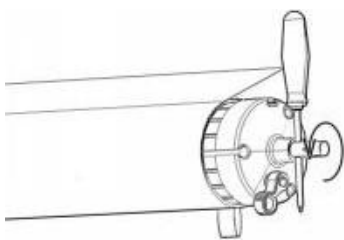

Figure E1
7. Mangelnde Festigkeit des Markisenrollrohrs: Prüfen Sie, ob die Torsionsfeder des Rollrohrs an Spannung verloren hat. Um die Feder zu spannen, führen Sie einen 6-mm-Schraubendreher in die Stahlwelle am Ende des Rollrohrs ein, drehen Sie ihn in Richtung der Endkappe und setzen Sie anschließend den Sicherungsstift ein. (Abbildung E1)